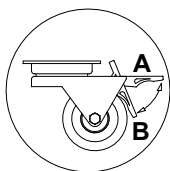

Рис.6 Колесный, передвижной комплект
- Оборудование установить на ровном и достаточно твердом основании, а затем выровнять при помощи ножек. В случае передвижных устройств следует применять блокаду колес с целью их предотвращения во время эксплуатации Рис.6 (стр.38)!